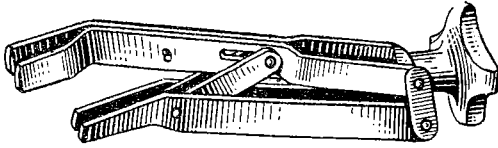

Рис. 84. Приспособление для снятия клапанных пружин двигателя
1. Приспособление для снятия клапанных пружин (рис. 84);